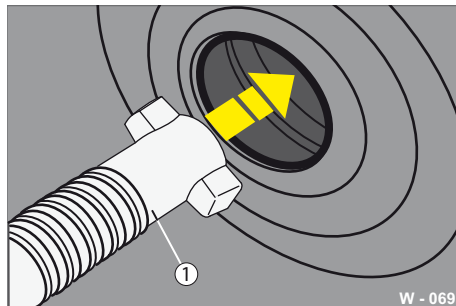

Abb. 67 „Schlüsselloch“-Bohrung
- ▶ Stecken Sie die Löseschraube (Abb. 67/1) durch die Bohrung am Deckel hinten in die „Schlüsselloch“-Bohrung ein.